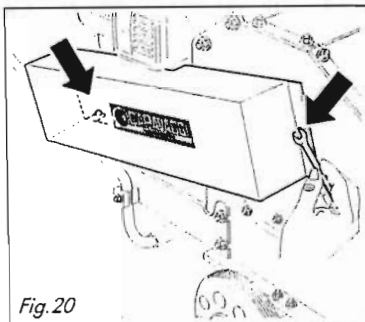

Fig. 20
- Démontez le carter des courroies de transmission comme indiqué fig. 20.